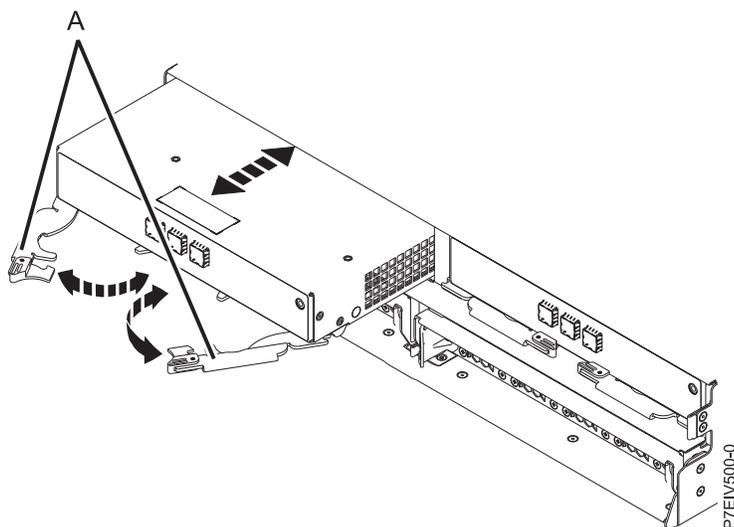

Figure 1. Retrait d'un gestionnaire ESM du boîtier d'unité de disque
- b. Ouvrez les deux leviers de dégagement (A) comme illustré dans figure 1.